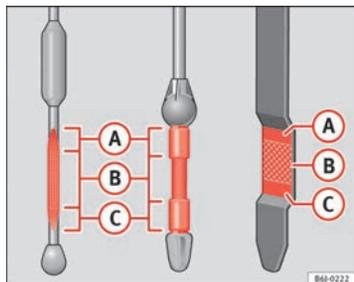

Fig. 166 Vareta de medição do nível de óleo
- Em seguida, retire-a novamente e verifique o nível do óleo ⇒ Fig. 166. Caso seja necessário, reponha óleo do motor.